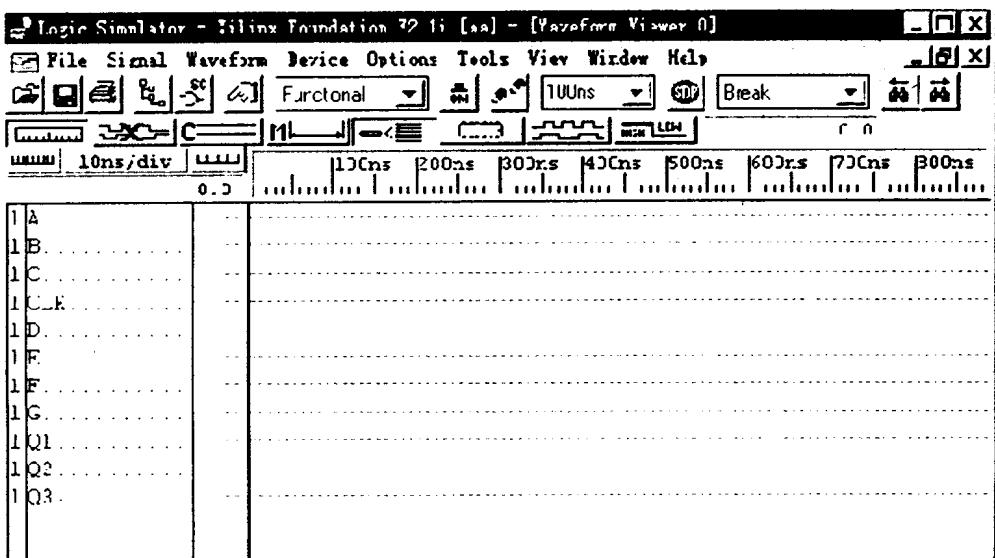

图 1.1.11 仿真器信号清单
(4) 在 Addprobes 模式下,用指针在原理图中需要加测试信号的线上,如 CLK 信号上点击一次,一个灰色的框出现在 CLK 标记的旁边,这个灰色框表示一探头已加到这个信号上。
(5) 重复上一个步骤在所有需要加测试信号的线上加入探头,如 A、B、C、D、E、F、G、Q1、Q2、Q3 等。如果原理图中有要加信号的总线,也用同样方法加。
(6) 点击原理图探头工具框中 SIM 按钮,返回到仿真波形观察器。在仿真波形观察器中,可以看到刚才要求探测的所有信号如图 1.1.11。